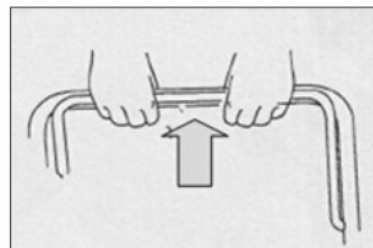

Fig. 2A
a) De pé atrás da unidade, segure a alavanca de controlo de travagem e segure-a contra a barra superior. (Fig. 2A)